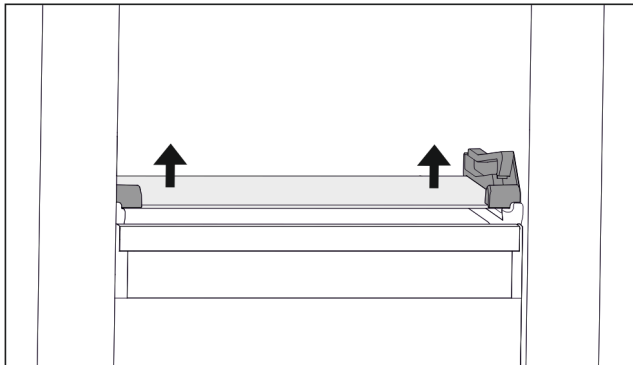

Fig. 70 Placa de vidrio del cajón inclinable
- ▶ Empuje la placa de vidrio desde abajo hacia arriba por ambos lados. (consulte Fig. 70)